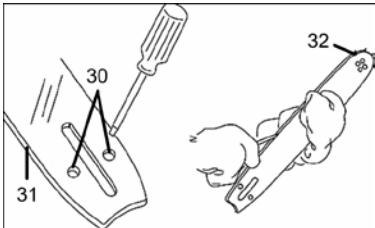

Рисунок 7
- Перевірте, щоб канали для оливи (30, рисунок 7) та спрямовувальний канал на напрямній шині (31, рисунок 7) не були засмічені. При необхідності прочистьте їх.
- Перевірте, чи вільно обертається зірочка (32, рисунок 7) на вістрі напрямної шини. Якщо після виконання всіх зазначених вище заходів робота системи змащення не відновилася, слід звернутися до фірмового сервісного центру ТМ Mächtz.